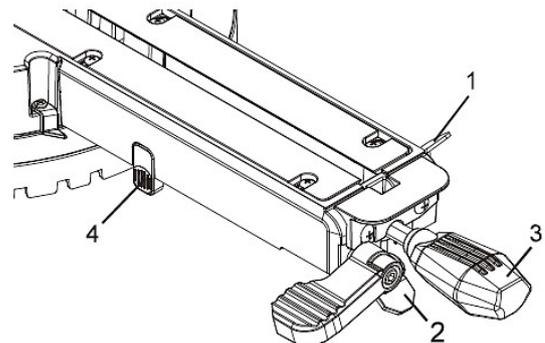

Abb. 37: Schnellnockenverriegelungshebel
## 8.8 Schnell-Nocken-Tischverriegelungsanwendung (Abb. 37)
**Gehrungsarretierungsüberbrückung (Abb. 37)**